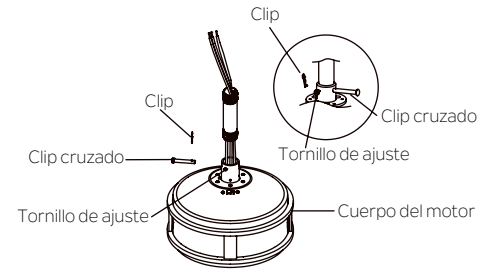

Fig. 8
Paso 4. Aflojar los dos tornillos de fijación y retire el clip y el pasador transversal del acoplamiento superior del cuerpo del motor. Debe introducir con cuidado los cables del ventilador hacia arriba a través de la varilla. Luego debe enroscar la varilla en el acoplamiento del motor hasta que los orificios de los pasadores transversales estén alineados. Luego, reemplace el pasador y el clip cruzados, y apriete ambos tornillos de fijación. (Fig.8)